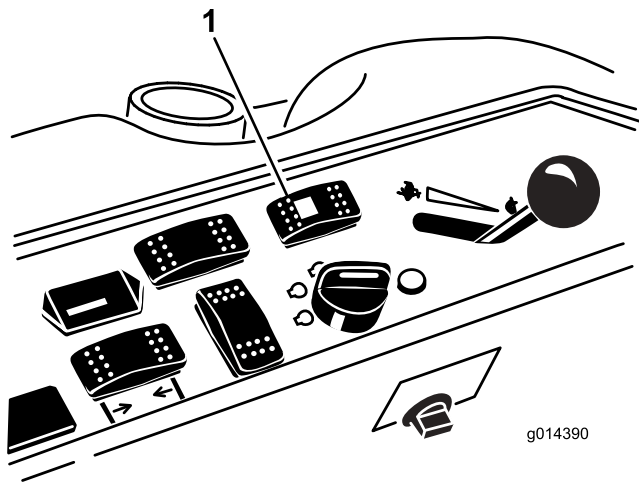

図 44
1. 切り換えスイッチの後側を押して4輪操舵にセットする 図 44。